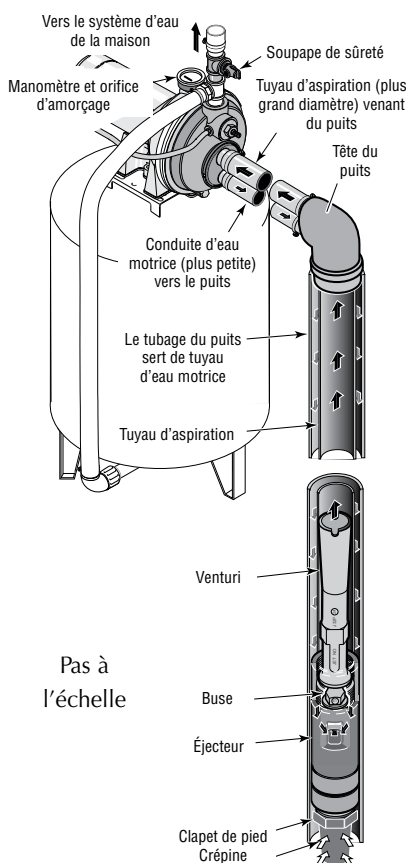

Figure 11 : Puits profond de 2 pouces (à un seul tuyau)
Puits de 2 pouces (Figure 11)
3. Assembler le nécessaire d'éjecteur FP4840 (**vendu séparément**), la tuyauterie du puits et l'adaptateur de la tête du puits conformément aux instructions fournies avec l'éjecteur. Voir la Figure 11. Utiliser un tuyau de descente galvanisé muni de raccords usinés pour assurer un débit adéquat. Suivre les instructions fournies avec le nécessaire de façon à assortir la buse et le venturi aux conditions du puits.